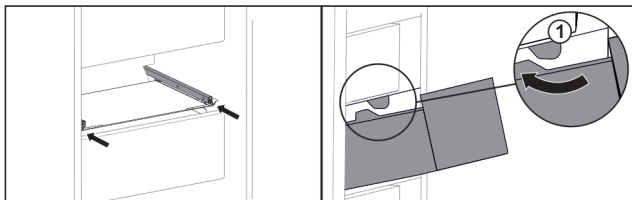

Fig. 50
- ▶ Lirka utdragslåda runt stoppklackarna Fig. 50 (1).